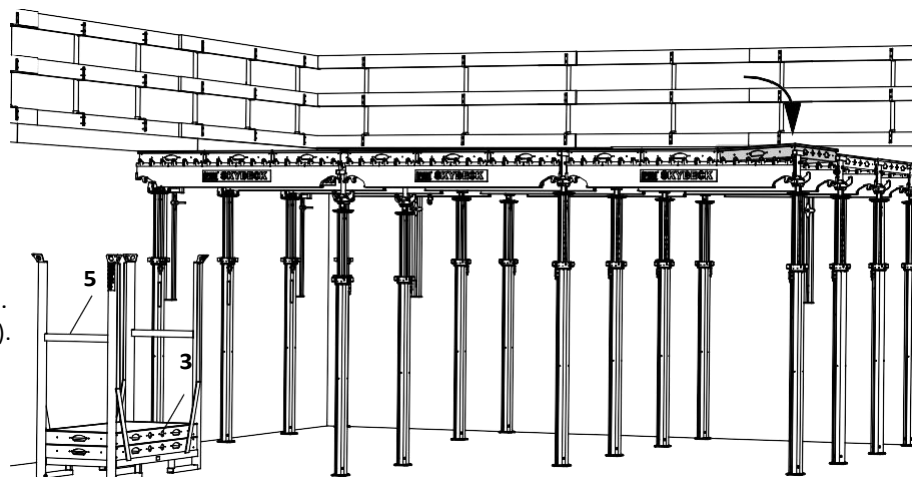

Fig. A4.18
Сложете палета SD (5) с панели (3) върху зоната за кофриране. Поставете панелите в надлъжните трегери. Оставете празните палети на разположение за кофрирането. (Fig. A4.18)